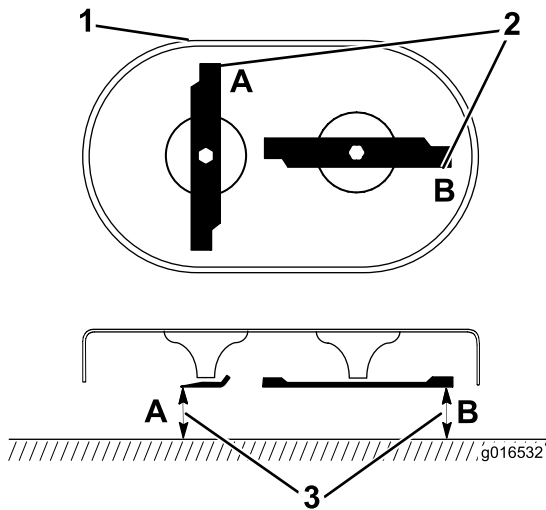

Figura 35
1. Ruotate le lame in modo che siano posizionate come mostrato in Figura 35.
2. Misurate ai punti A e B da una superficie piana fino ai taglienti (Figura 35) e registrate entrambe le dimensioni.